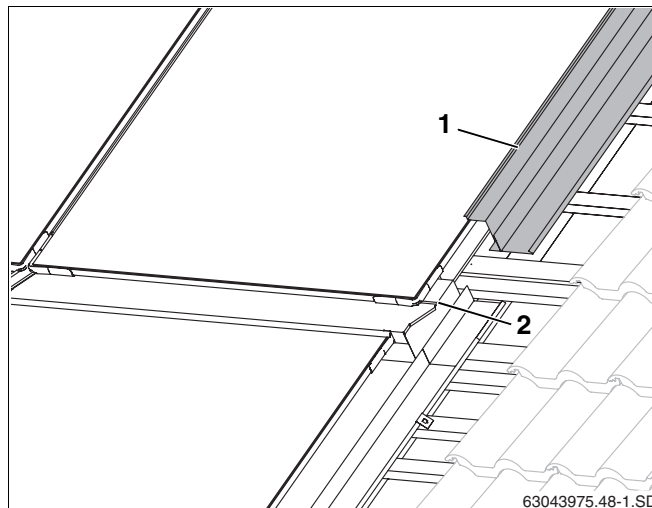

Рис. 54 Боковой накладной лист, верхний ряд
- Верхние боковые накладные листы (рис. 54, поз. 1) смонтировать так же, как нижние (глава 10.2 "Боковые накладные листы").
- Сдвиньте боковые накладные листы на фальц среднего накладного листа (рис. 54, поз. 2).